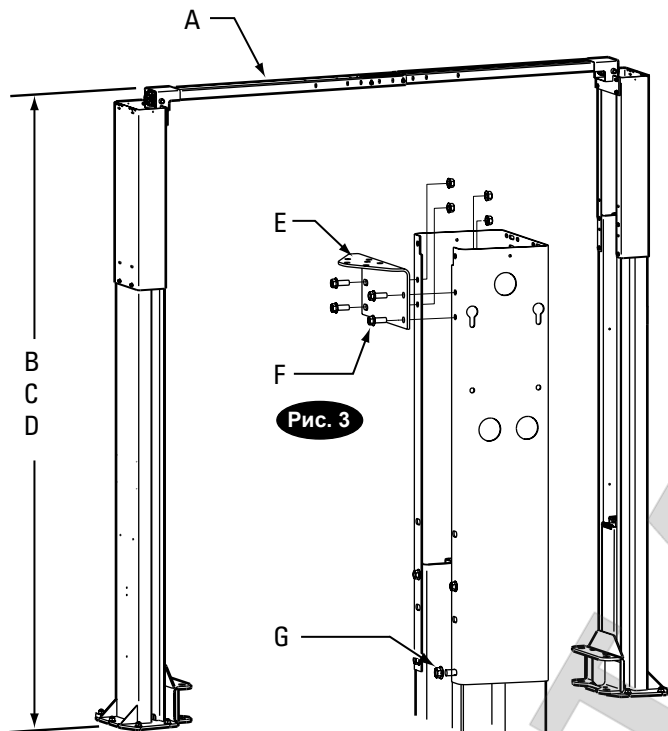

Рис. 3 - сборочные части
2. **Высота подъемника:** См. на рис. 3 общую высоту для каждой из рассмотренных моделей подъемника. Добавьте 25 мм к общей высоте для самого низкого препятствия.
4. **Удлинители стойки:** Перед поднятием стоек в вертикальное положение установите удлинители стойки с помощью (12) 3/8"-16NC x 3/4" несущих HHCS-болтов и фиксирующих гаек с буртиком, см. рис. 3 и 4.
Кронштейн монтажа перекрытия: установите монтажные кронштейны на удлинители стоек, см. рис. 3.